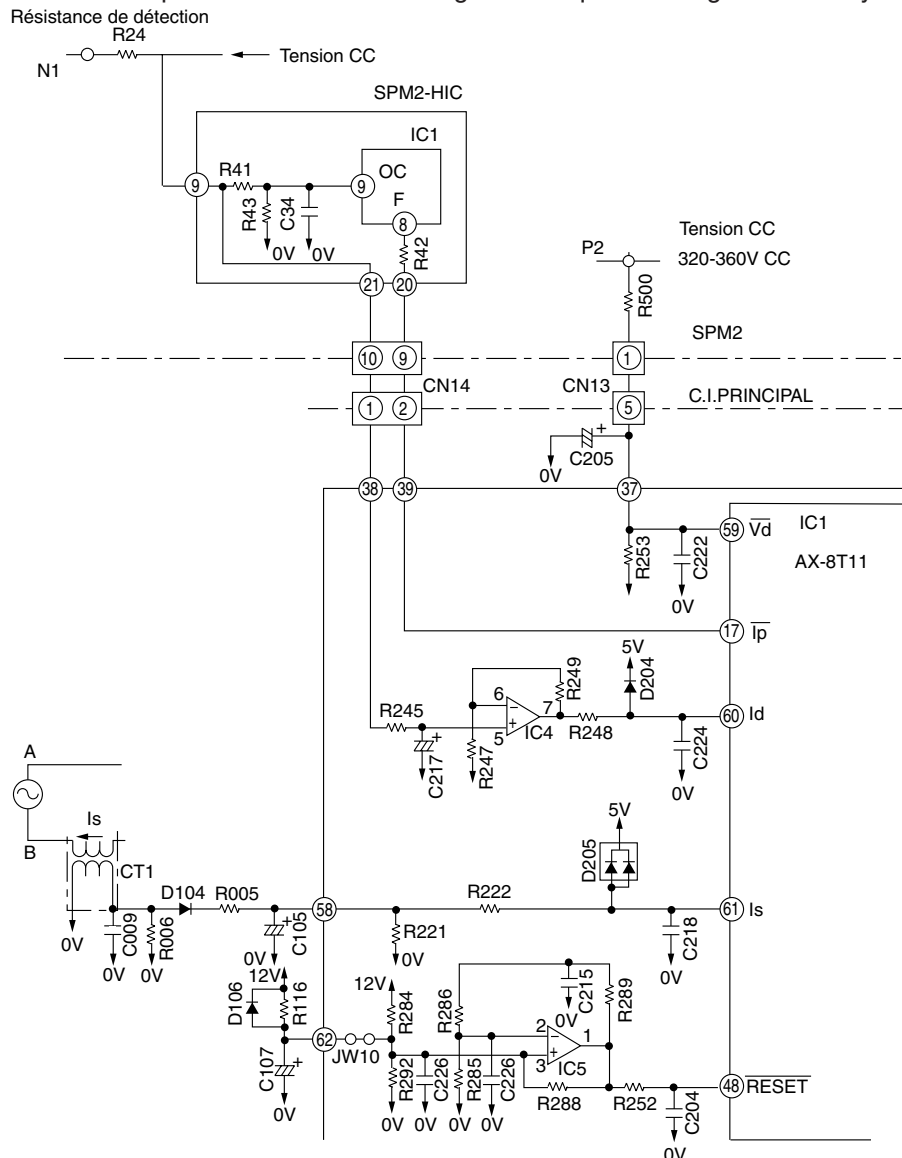

Fig. 7-1 Circuits périphériques du microprocesseur (AX-8T11)
- Fig. 7-1 shows the microcomputer and its peripheral circuits, Table 7-1, the basic operation of each circuit block, and Fig. 7-2, the system configuration.
- La Fig. 7-1 représente le microprocesseur et ses circuits périphériques, le Tableau 7-1 illustre le fonctionnement de base de chaque bloc de circuit et la Fig. 7-2 indique la configuration du système.